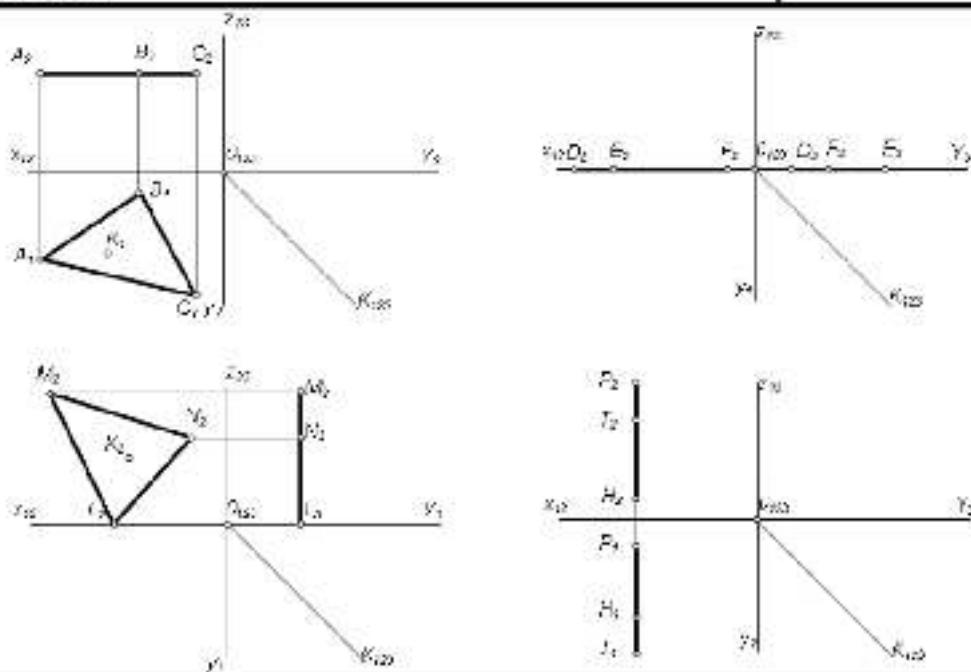

Рис. 8 – завдання № 3 б
- Далі виконуємо завдання № 3 б див. рис.8.